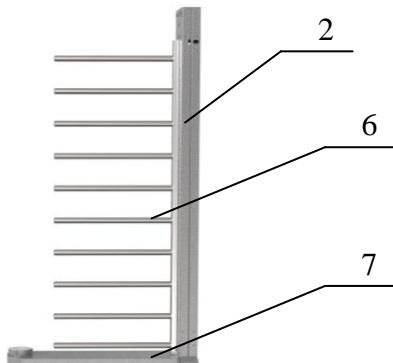
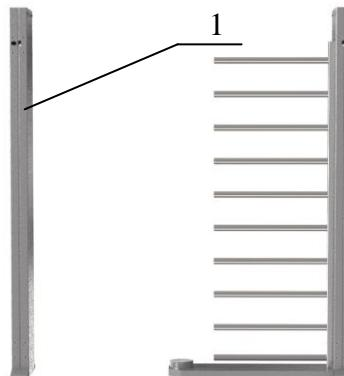
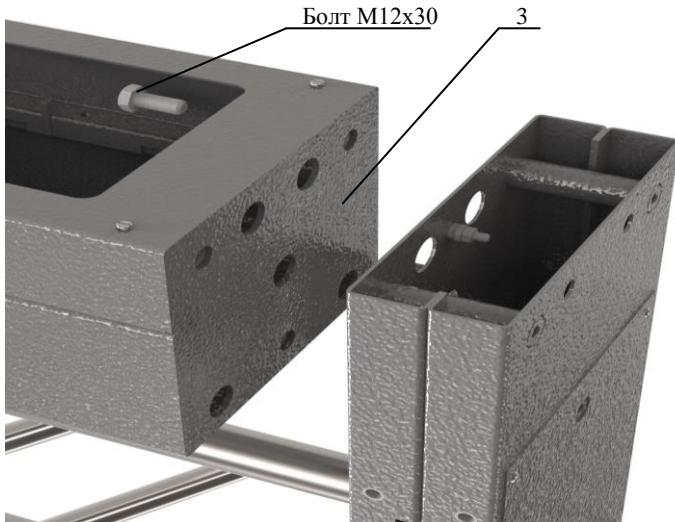

Рис. 1
Рис. 2
Рис. 3
5.2. Корпус турникета необходимо заземлять. На боковом ребре внутри стойки крыла прохода секции внизу имеется основная клемма (M8) заземления; дополнительная клемма заземления (M6) находится на раме привода 3 (рис.3) турникета.
1. Сборка турникета. Рис. 1, 2, 3 (вариант сборки двумя сборщиками):
– положите на пол на боковую плоскость раму привода 3 (рис. 3), (предварительно постелив лист картона), рядом аналогично положите стойку крыла прохода 1 (рис.2) и стойку ограничения прохода 2 (рис.1); состыкуйте указанные элементы друг с другом присоединительными элементами и закрутите по три болта M12 с каждой стороны; поставьте собранный портал вертикально на месте установки турникета; закрепите к стойке ограничения прохода напольную плиту 7 (рис.1) четырьмя винтами M12.
Состыкуйте лопасть ограничителя прохода **6** (рис.1) со стойкой ограничения прохода **2** (рис.1) и закрепите винтами M8 с дистанционными втулками;